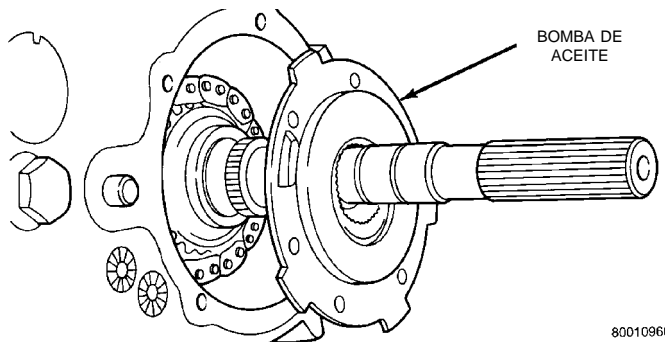

Fig. 15 Desmontaje de la bomba de aceite
(9) Retire el anillo de retén del diámetro interno del cojinete con alicates de muelle. Luego incline la bomba y extraiga deslizándola del eje transmisor (Fig. 15)